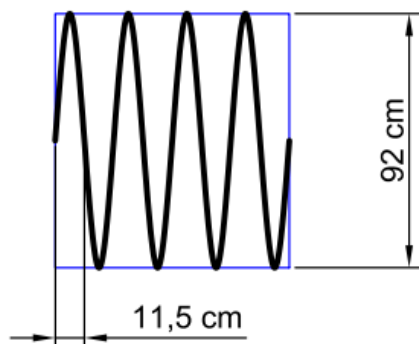

Figura 3. Esquinas y bordes
- En la zona de bordes y esquinas se colocarán un mínimo de 8 cordones por metro quedando una distancia máxima de 11,5 cm entre cordones. Ver figura 3.